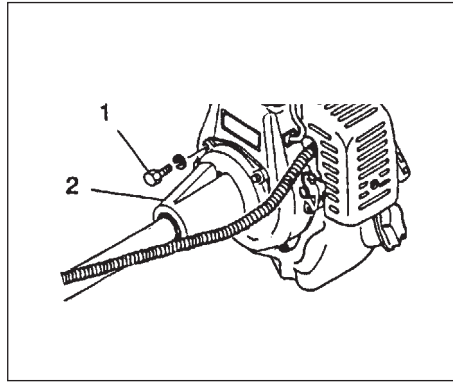

Fig. 1-1B
#### Drivaksel på motor for CG47EJ (T) (fig. 1-1B)